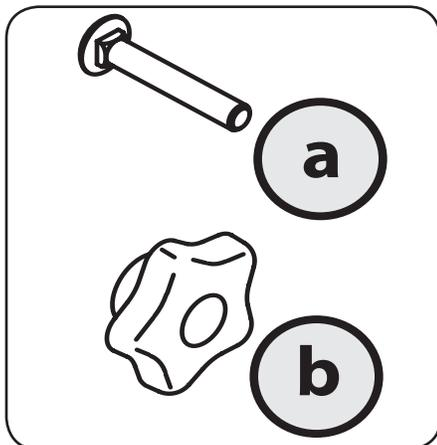

Figure 3-1
1. Retirez les boulons de carrosserie (a) et les boutons étoile (b) de la boîte. Voir Figure 3-1.